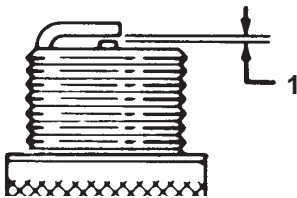

Bild 29
6. Stellen Sie den Elektrodenabstand an der Zündkerze auf 0,76 mm ein, wie in Bild 29 dargestellt.